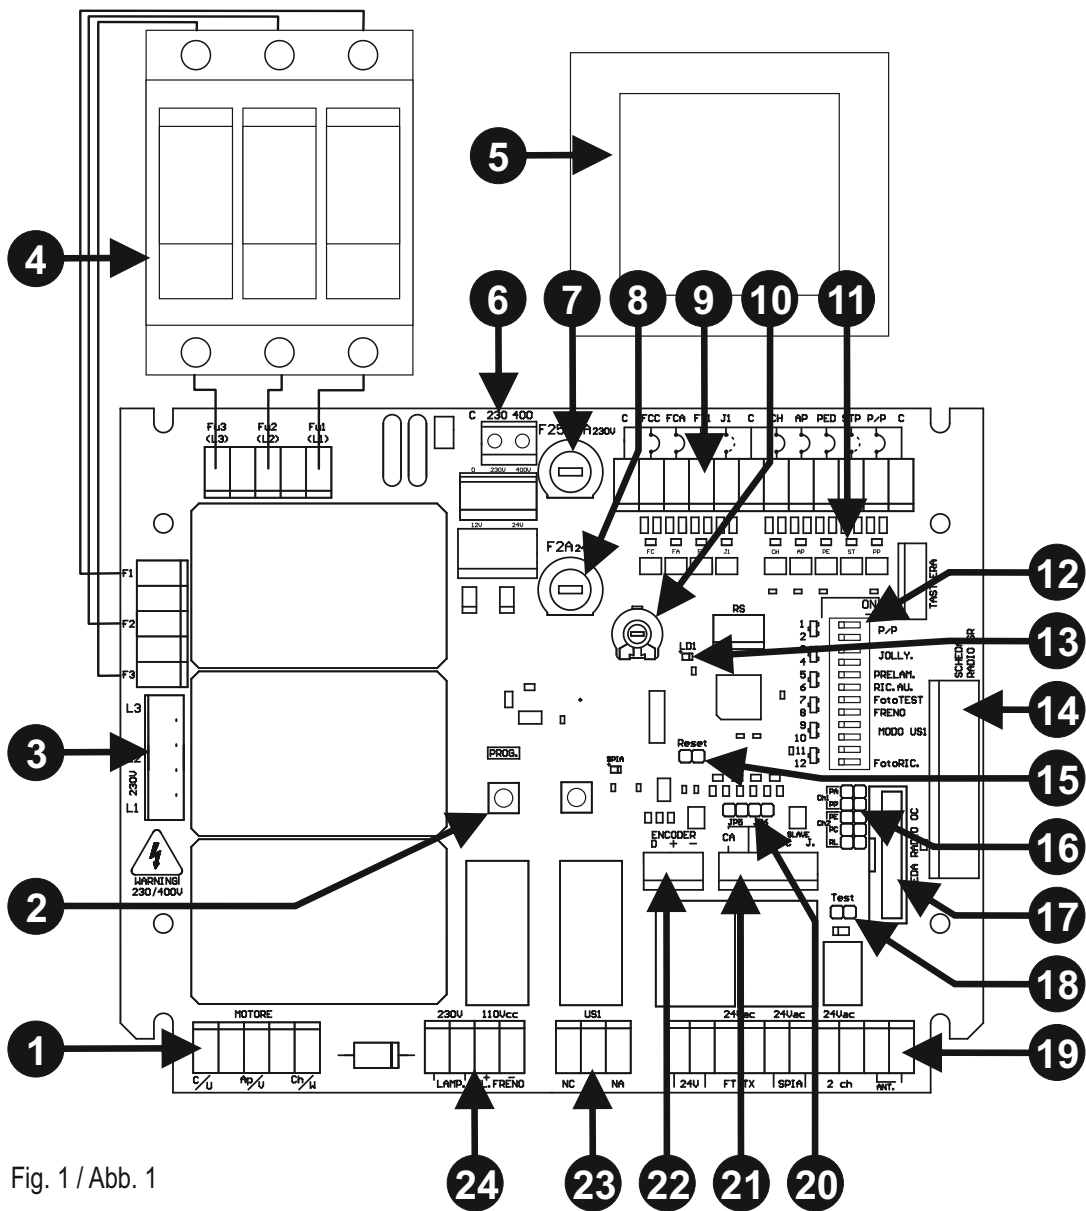

Fig. 1 / Abb. 1
- Con il foto test abilitato e la centralina in stand by i trasmettitori delle fotocellule non sono alimentati e l'ingresso FT1 è aperto (led spento). In questa condizione possiamo verificare ugualmente il funzionamento delle fotocellule cortocircuitando il jumper Test (part.18 di Fig 1).
### UTILIZZO CON RICEVENTI RADIO MOD. OC2 (Optional part. 17 di fig. 1)